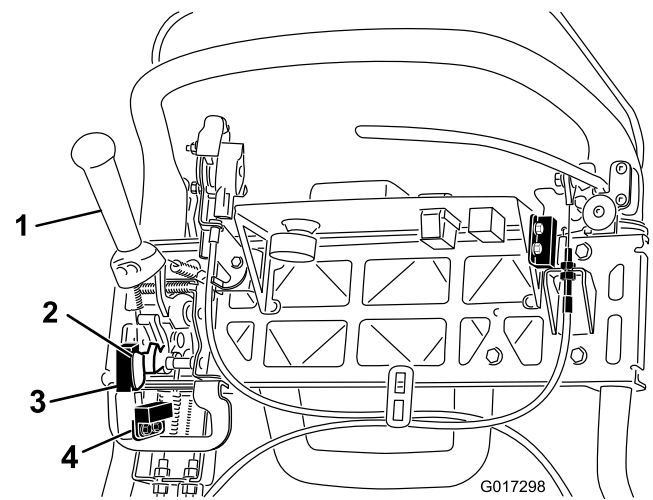

Bild 39
4. Lösen Sie die Befestigungsschrauben des Sicherheitsschalters (Bild 39).
5. Legen Sie eine 1,6 mm dicke Beilagscheibe zwischen den Fahrtriebshebel und den Sicherheitsschalter (Bild 39).
4. Lösen Sie die Befestigungsschrauben des Mähensors (Bild 39).
5. Legen Sie eine 1,6 mm dicke Beilagscheibe zwischen das Mähensorflag und den Mähensor (Bild 39).